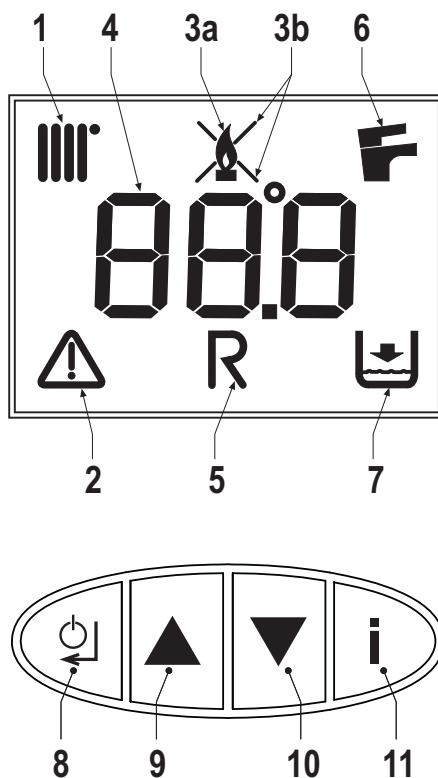

Abb. 1- Bedienpanel
Die Heizanforderung (herbeigeführt vom Bedarfskontakt, Raumthermostat oder Raumregler) ist am Aufleuchten des Heizkörpers (Pos. 1 - abb. 1) erkenntlich.
Das Multifunktionsdisplay (Pos. 4 - abb. 1) zeigt die Temperatur des Heizsensors, und während der Wartezeit die Meldung „d2“ an.
Die Warmwasseranforderung (ausgelöst durch Öffnen eines Warmwasserhahns) wird durch Aufleuchten des Wasserhahns angezeigt (Pos. 6 - abb. 1).
Das Multifunktionsdisplay (Pos. 4 - abb. 1) zeigt die Temperatur des Warmwassersensors, und während der Wartezeit die Meldung „d1“ an.
Die Taste on/off (Pos. 8 - Abb.1) 5 Sekunden lang drücken.
Wenn das Gerät abgeschaltet wird, wird die elektronische Platine weiterhin mit Strom versorgt. Die Warmwasserbereitung und der Heizbetrieb sind deaktiviert. Das Frostschutzsystem bleibt aktiv. Um das Gerät wieder einzuschalten, die Taste on/off (Pos. 8 - Abb.1) erneut 5 Sekunden lang drücken.
Zum Öffnen des Menüs der Benutzereinstellungen auf die Taste Info drücken (Pos. 11 - abb. 1).
Die Taste Info (Pos. 11 - abb. 1) drücken, bis der Parameter **u01** des Menüs Benutzereinstellungen angezeigt wird.
Die Eingabetaste (Pos. 8 - abb. 1) drücken: Der aktuelle Wert des Parameters **u01** wird angezeigt.
Mit den Tasten (Pos. 9 und 10 - abb. 1) lässt sich die Temperatur zwischen 30 °C und 80 °C einstellen.
Die Einstellung mit der Eingabetaste (Pos. 8 - abb. 1) bestätigen.
Die Taste Info (Pos. 11 - abb. 1) bis zum Verlassen des Menüs drücken.
Die Taste Info (Pos. 11 - abb. 1) drücken, bis der Parameter **u02** des Menüs Benutzereinstellungen angezeigt wird.
Die Eingabetaste (Pos. 8 - abb. 1) drücken: Der aktuelle Wert des Parameters **u02** wird angezeigt.
Mit den Tasten (Pos. 9 und 10 - abb. 1) lässt sich die Temperatur zwischen 10 °C und 65 °C einstellen.
Die Taste Info (Pos. 11 - abb. 1) drücken, bis der Parameter **u03** des Menüs Benutzereinstellungen angezeigt wird.
Die Eingabetaste (Pos. 8 - abb. 1) drücken: Der aktuelle Wert des Parameters **u03** wird angezeigt.
Mit den Tasten (Pos. 9 und 10 - abb. 1) die Betriebsart Sommer (0) bzw. Winter (1) einstellen.
Die Taste Info (Pos. 11 - abb. 1) drücken, bis der Parameter **u04** des Menüs Benutzereinstellungen angezeigt wird.
Die Eingabetaste (Pos. 8 - abb. 1) drücken: Der aktuelle Wert des Parameters **u04** wird angezeigt.
Mit den Tasten (Pos. 9 und 10 - abb. 1) die Betriebsart Economy (0) bzw. Komfort (1) einstellen.
Zum Verlassen des Menüs die Taste Info (Pos. 11 - abb. 1) drücken.
Die Taste Info (Pos. 11 - abb. 1) drücken, bis der Parameter **u05** des Menüs Benutzereinstellungen angezeigt wird.
Die Eingabetaste (Pos. 8 - abb. 1) drücken: Die aktuelle Höchstleistungsstufe wird angezeigt.
Mit den Tasten (Pos. 9 und 10 - abb. 1) die Höchstleistung verstellen: von 1 (kleinste Stufe) bis 5 (höchste Stufe).
Zum Verlassen des Menüs die Taste Info (Pos. 11 - abb. 1) drücken
Die Taste Info (Pos. 11 - abb. 1) drücken, bis der Parameter **u06** des Menüs Benutzereinstellungen angezeigt wird.
Die Eingabetaste (Pos. 8 - abb. 1) drücken: Der aktuelle Wert des Parameters **u06** wird angezeigt.
Mit den Tasten (Pos. 9 und 10 - abb. 1) die Funktionsweise einstellen: